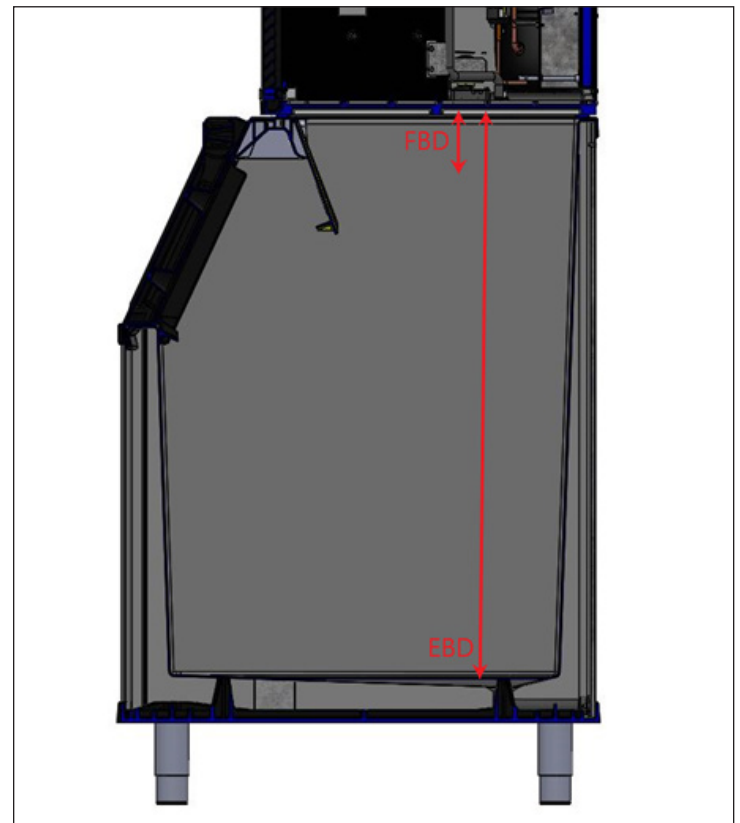

Fig. 1. FBD versus EBD.
- La distancia del depósito lleno (FBD) es la distancia en centímetros entre el sensor y el hielo cuando la máquina entra en el estado FULL BIN [DEPÓSITO LLENO] con la compuerta presionada. Consulte la fig. 1.
- La distancia del depósito vacío (EBD) es la distancia en centímetros entre el sensor y la parte inferior de la unidad de almacenamiento de hielo. Consulte la fig. 1.